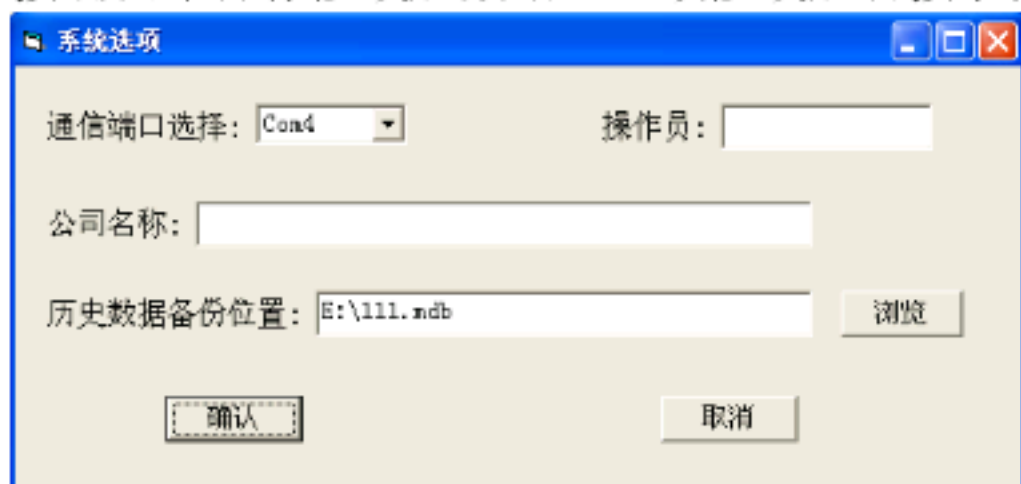

图 2 系统选项窗口
1.1.1.当选择系统选项将打开系统选项页面,页面如图 2。选择“通信端口选择 (COM1-8)▼”可根据电脑配置选择端口;公司名称和操作员由客户进行填写,此内容将在打印历史记录时体现出来,详见“七、打印预览窗口”一节部份的说明;历史数据备份位置,此项主要让客户自行根据电脑硬盘空间及使用习惯选择数据备份位置,可直接从文本框输入文件位置也可点击“浏览”按钮查找文件位置;系统选项修改后按确认即保存修改后数据,选项修改后若按取消不保存修改值即保持修改前数据。